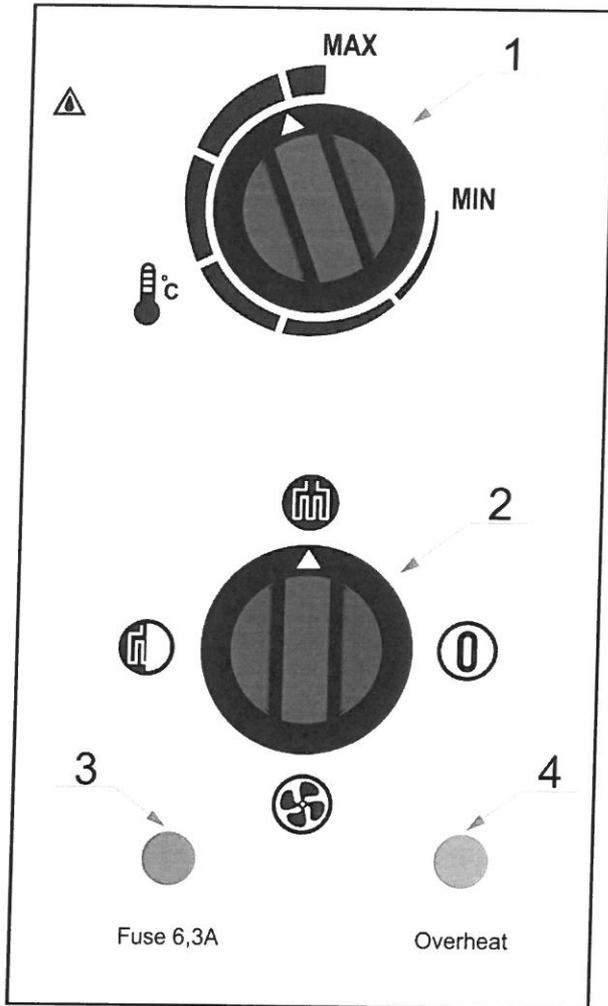
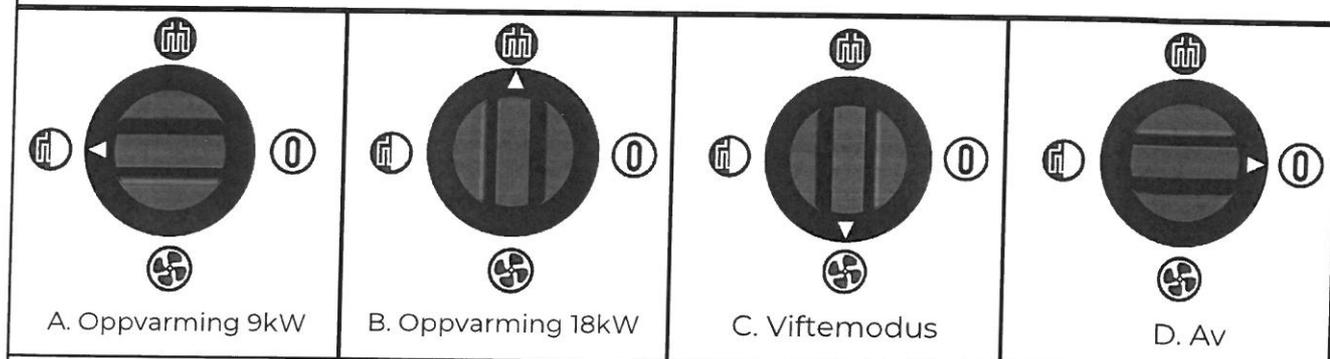

Fig.2 Kontrollpanel elementer beskrivelse.
Fig. 5 Alternativer for bruk av funksjoner
Slå på enheten og start varmeapparatet ved å justere funksjonsbryteren (nr. 2 fig. 2) til ønsket posisjon:  oppvarming av 9kW eller  oppvarming av 18kW eller  viftemodus (A, B eller C Fig. 5) Romvarmeren er utstyrt med en justerbar termostat. Den nødvendige temperaturen stilles inn ved hjelp av justeringsknappen (nr. 1 figur 2). hvorefter varmeren går automatisk.
Maskinen må kjøles ned før den slås av ved å vri funksjonsbryteren til posisjonen vist i pos. C. Fig. 5 ( viftemodus). Med en slik innstilling må maskinen jobbe i 10 minutter før den bytter til  AV (pos. D Fig. 5) eller før strømforsyningen avbrytes.
For å få dette, vri funksjonsbryteren til posisjonen vist i pos. C. Fig. 5 ( viftemodus).
For å forhindre problemer forårsaket av å slå seg av uten forutgående nedkjøling, har etterventilasjonsfunksjon blitt implementert. Funksjonen brukes automatisk i tilfelle feilaktig avslåing av enheten uten avkjøling eller for kort kjøletid. Etter at maskinen er slått AV med funksjonsbryteren til posisjon  (pos. D Fig. 5), fungerer respiratoren. Dette kan utføres med tidsforsinkelse (flere sekunder uten handling) eller uten (vil fortsette arbeidet).
- Avkjøl varmeren i 10 minutter og slå av maskinen ved hjelp av funksjonsbryteren (pos. D Fig. 5).
- Slå PÅ maskinen ved å vri funksjonsbryteren til ønsket posisjon (pos. A, B eller C Fig. 5).
- Kontroller sikringen (pos.3 Fig. 2). For å bytte sikring, bruk bare 6,3A sikring.
- Ved overoppheting er overopphetingsindikatoren (pos. 4, fig 2) på. Overopphetingsbeskyttelsen bør tilbakestilles manuelt ved å trykke på tilbakestillingsknappen (pos. 5, fig.1) når maskinen har avkjølt i ca. 10 minutter. Hvis dette ikke løser problemet, må du kontakte en selger for støtte.